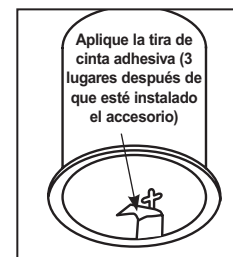

Figura 6
Paso 6. Aplique tiras de cinta adhesiva sobre los tres clips de retención y las ranuras. Cubra completamente con las tiras de cinta adhesiva. Use las tiras proporcionadas, no sustituya con cinta para ductos (Figura 6).